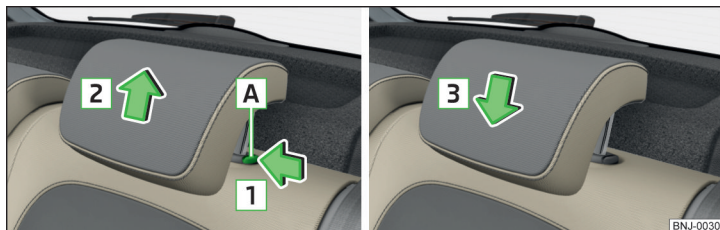

Bild 62 Nackstöd: demontering och montering
- Tryck spärknappen **A** i pilens riktning **1** och dra ut nackstödet i pilens riktning **2** » bild 62.
- Skjut nackstödet i pilriktningen **3** tills spärknappen hakar fast » bild 62.